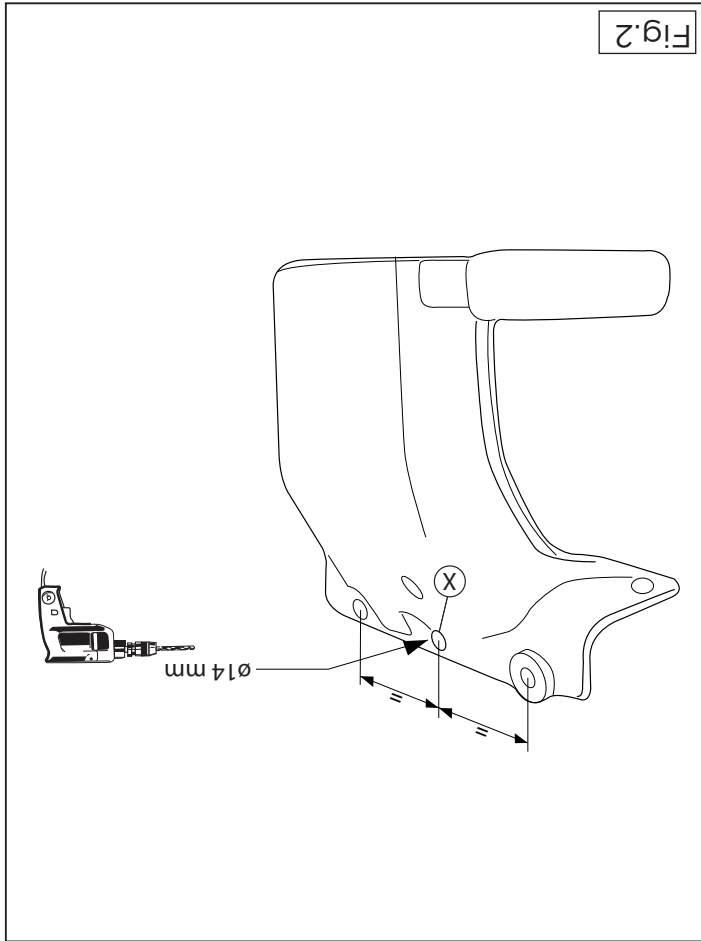

Fig. 2
4. Percez conformément à la figure 2 un trou de 14mm à l'emplacement du point X.
4. Bor ifølge fig. 2 et hul på 14mm ved punkt X.